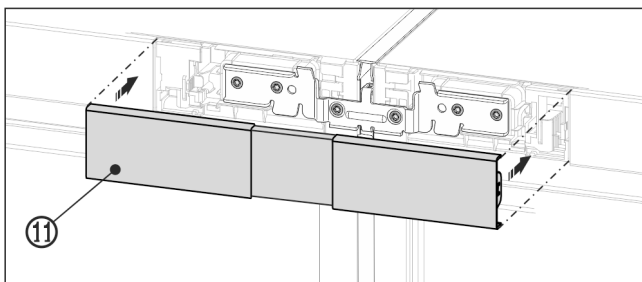

Fig. 24 Eksempelfremstilling
- Klikk det øvre dekkelet Fig. 24 (11) på mellomrommet som ennå er åpent mellom de to betjeningspanel-delene. Pass på at dekkelets utsider ligger helt i flukt med betjeningspanel-delene.